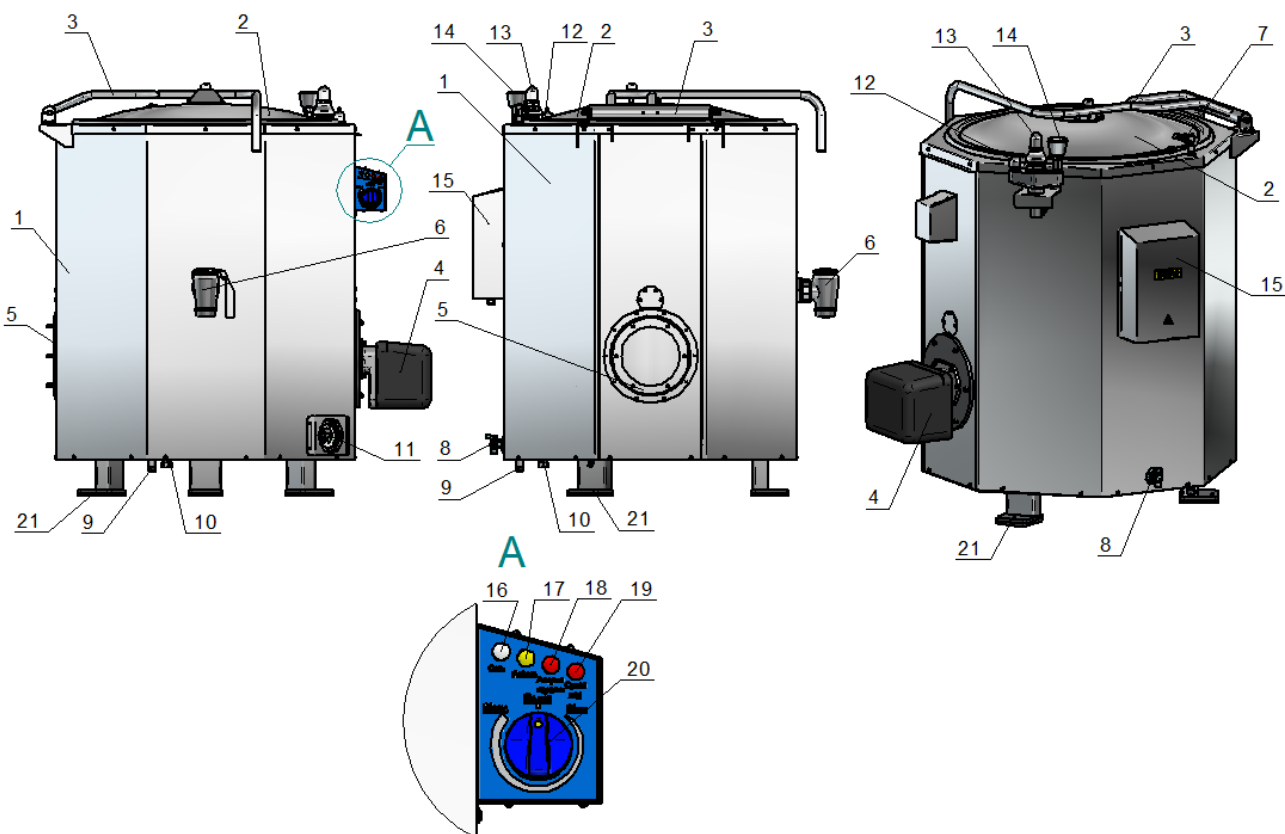

Рис. 1
Устройство котла приведено на рис. 1.
Уровень воды, заливаемый в парогенератор через заливную воронку (рис. 1 поз. 14), контролируется краном уровня (рис. 1 поз. 8). Контроль полного погружения в воду жаровой трубы теплообменника обеспечивают два датчика контроля уровня воды (датчики «сухого хода») и электронный блок. Под термином «Сухой ход» принято понимать положение, при котором детали теплообменника вследствие понижения уровня воды в «рубашке» оказываются полностью или частично не погружены в воду.
Вода в варочный сосуд котла подается через кран залива (рис. 1 поз. 7), подключение которого к водопроводной трассе осуществляется через сгон 9 и шланг подвода с резьбовой гайкой (G $\frac{3}{4}$ ”).
Крышка варочного сосуда (рис. 1 поз.2) при открытии фиксируется при помощи газовых пружин механизма подъема крышки 3.
Слив содержимого из варочного сосуда производится через сливной кран (рис. 1 поз. 6). Отверстие к сливному крану, расположенное внутри сосуда, закрывается съемным фильтром.
- сигнальная лампа «Сеть» (Рис. 1 поз. 16, белый светофильтр);
- светосигнальная арматура «Работа» (Рис. 1 поз. 17, желтый светофильтр);
- сигнальная лампа «Авария горелки» (Рис. 1 поз. 18, красный светофильтр);
- сигнальная лампа «Сухой ход» (Рис. 1 поз. 19, красный светофильтр);
- переключатель мощности (Рис. 1 поз. 20).
На передней облицовочной панели установлен электроконтактный манометр (рис. 1 поз. 11).
Заливная воронка с краном служат для залива воды в паровую рубашку (рис. 1 поз. 14).
Для предотвращения чрезмерного повышения давления в пароводяной рубашке установлен предохранительный клапан (рис. 1 поз 13), который срабатывает при превышении давления в рубашке (50÷65) кПа (0,50÷0,65 кгс/см²). Для предотвращения создания чрезмерного разрежения установлен вакуумный клапан (рис. 1 поз. 12), который срабатывает при создании разрежения в пароводяной рубашке более 0,01 кгс/см².
Регулирование величины мощности нагрева котла производится установкой ручки переключателя (рис. 1 поз 11) в положение «1», «2», «3», что соответствует слабому, среднему и сильному нагреву. Отключение нагрева производится установкой ручки переключателей в положение «0».
Электроконтактный манометр расположен на панели управления (рис. 1 поз. 16) и настроен на верхнее рабочее давление 0,60 кгс/см² и 0,45 кгс/см² - нижнее рабочее давление. При достижении давлением внутри рубашки котла верхнего значения давления электроконтактный манометр выдает сигнал на блок управления. В свою очередь блок управления формирует команду на отключение всех электронагревателей. Электронагреватель находится в отключенном состоянии, пока давление внутри рубашки не достигнет нижнего значения задания давления на электроконтактном манометре.
- на месте установки котла подведен многожильный гибкий кабель с сечением проводников 16мм² (например КГН5х16) и длина кабеля имеет запас по длине для подключения к клеммам расположенным внутри блока управления котла (рис. 1 поз. 9).
- установить заливную воронку на кран (рис. 1 поз. 6). Кран заливной воронки перевести в положение «Открыто»;
- на панели управления котла переключатель (рис. 1 поз. 11) установить в положение «0»;